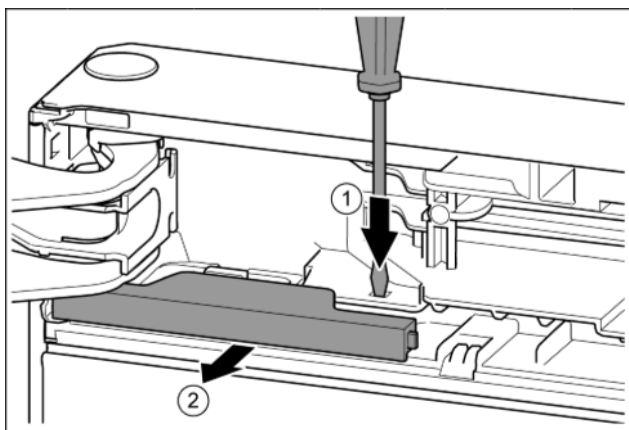

Fig. 8
- Plochým šroubovákem lamelu přitlačte. *Fig. 8 (1)*
- Kryt vytáhněte ze zářazky. *Fig. 8 (2)*